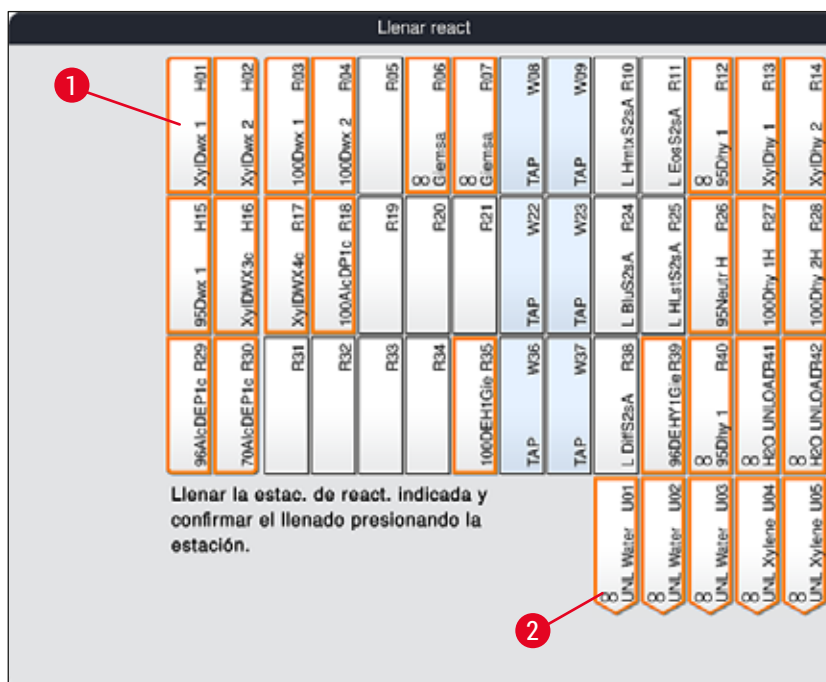

Fig. 56
2. En la nueva ventana **Llenar react** (→ "Fig. 56"), las estaciones que se deben llenar están marcadas en naranja (→ "Fig. 56-1").
Solo los reactivos definidos por el usuario y añadidos de los programas de tinción Leica se muestran con una marca naranja (→ "Fig. 56"). Los reactivos del kit de reactivos Leica se escanean posteriormente (→ P. 84 – Llenado de reactivos del kit de reactivos Leica).